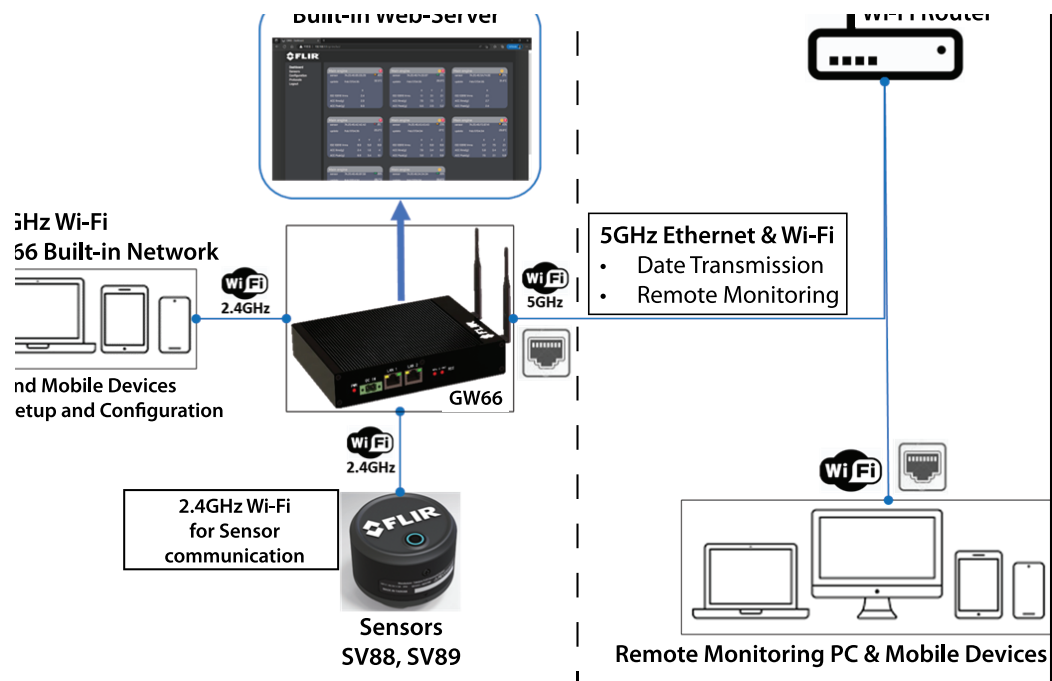

Figure 5.1 Architecture du système.
La figure 5.1 ci-dessus est divisée par la ligne verticale en pointillés pour illustrer la différence entre l'étape de configuration (à gauche) et l'étape de mise en pratique (à droite).
- Le côté gauche de la figure 5.1 ci-dessus montre le réseau local 2,4 GHz GW66 auquel votre PC et vos appareils mobiles se connectent initialement lors de la configuration du système. Après la configuration, le PC et les appareils mobiles se connectent à votre réseau. Notez que les capteurs communiquent toujours avec la GW66 sur ce réseau 2,4 GHz, même plus tard lorsque vous connectez la GW66 à votre réseau.
- La partie droite de la figure 5.1 montre la GW66 connectée à votre réseau, utilisée sur le site où votre équipement sera surveillé. La GW66 peut se
- En bas à droite de la figure 5.1, le PC et les périphériques mobiles communiquent sur votre réseau. Il est important de comprendre que, premièrement, le PC et les appareils mobiles se connectent au réseau local de la GW66 pour configurer et ajouter des capteurs, etc. (partie gauche de la figure 5.1). Et, deuxièmement, les appareils mobiles et le PC se connectent à votre réseau (Wi-Fi ou Ethernet) lors de l'utilisation réelle, les capteurs communiquant toujours sur le réseau de la GW66.